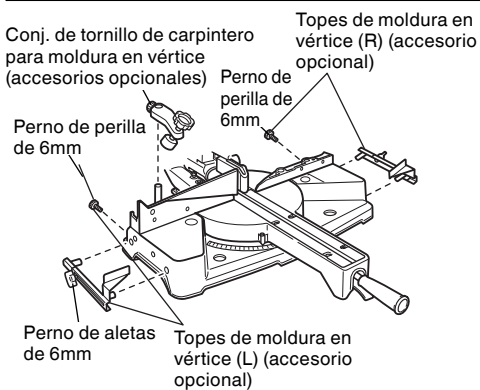

Fig. 40-a
- (1) Las topes de moldura en vértice (L) y (R) (accesorios opcionales) permiten facilitar los cortes de la moldura en vértice, sin inclinar la hoja de sierra. Instálelas en ambos lados de la base, tal como se muestra en la Fig. 40-a. Después de la inserción, apriete el perno de perilla de 6mm para asegurar los topes de moldura en vértice. [Accesorios opcionales utilizados]
- Conj. de tornillo de carpintero para moldura en vértice (Incluye tope de moldura en vértice (L)
- Tope de moldura en vértice (L)
- Tope de moldura en vértice (R)